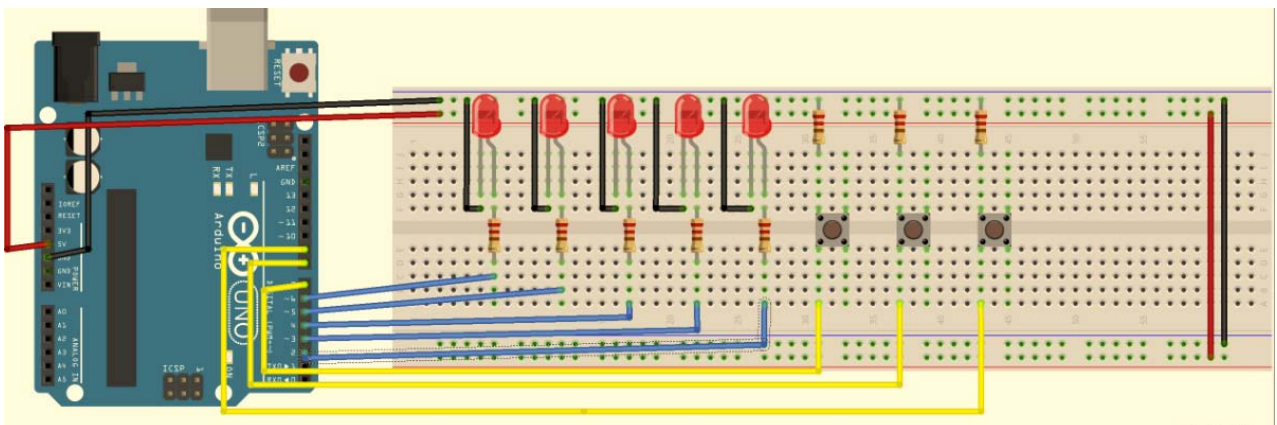

Рисунок 2.6 – Схема дослідження
Схема для виконання лабораторної роботи наведена на рис. 2.6.
4. Розробити та спроектувати схему пристрою, зображеного на рис.2.6.